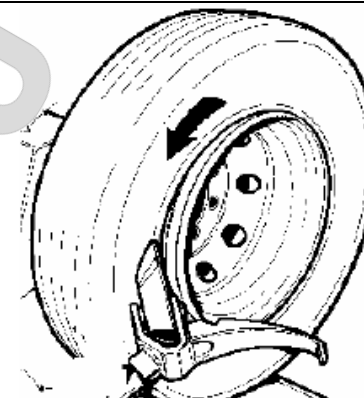

Рис.18
2. Установите отжимной диск как показано на Рис.18.